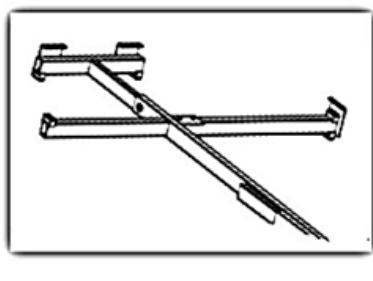

Abb. 5
3. Befestigung des Auslegers und des Querträgers an der Halterung (siehe Abb. 5 und 6)